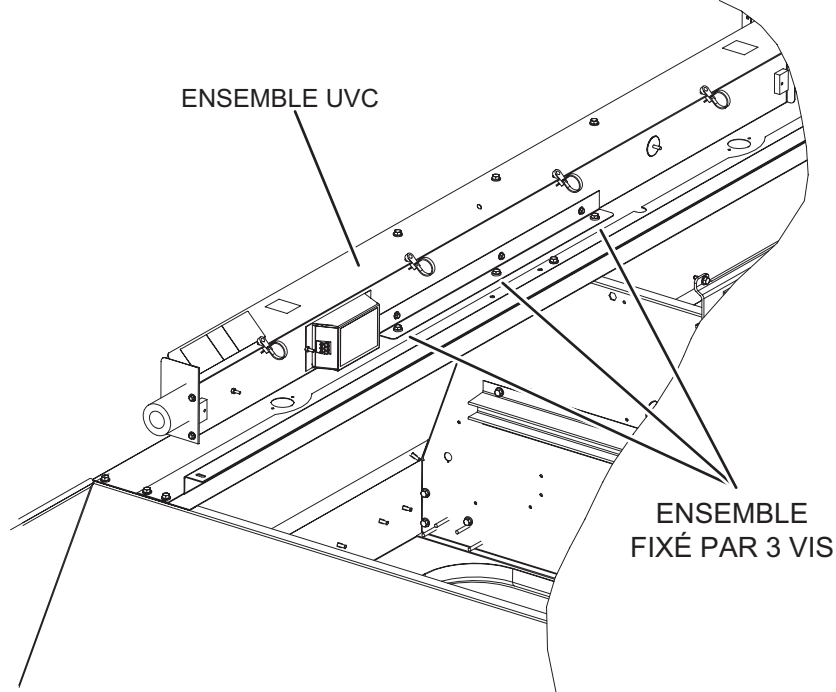

FIGURE 27
- 5 - Retirer et conserver les 3 vis qui fixent l'ensemble UVC. Sortir délicatement l'ensemble UVC en le faisant glisser par la porte d'accès au ventilateur. Voir FIGURE 27.